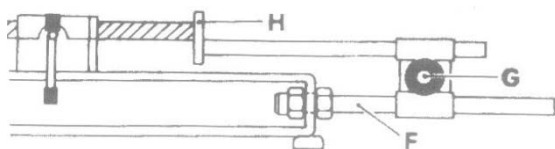

Fig.3
4. Justering av anslagslinjalen (fig. 3)